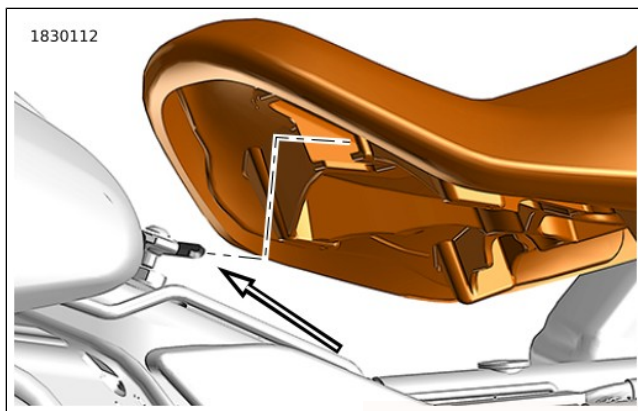
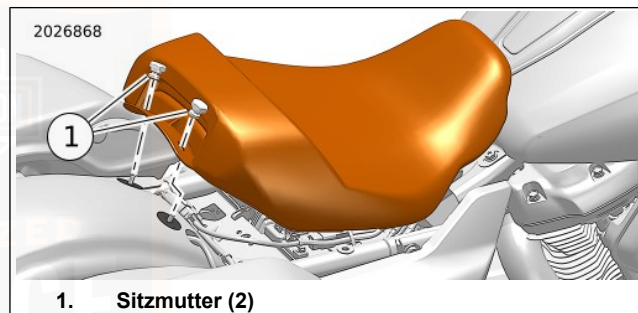

Abbildung 138. Sitzzunge
Abbildung 140. Solositz: Sitzmuttern
1. Siehe Abbildung 140 . Den Sitz ausbauen.
- b. Die Befestigungsmuttern (1) ausbauen.
- c. Siehe Abbildung 138. Den Sitz hinten anheben. Den Sitz nach hinten ziehen, um die Zunge aus dem Schlitz des Sitzes zu lösen.
- a. Siehe Abbildung 138. Den Schlitz des Sitzes an der Zunge hinter dem Tank ausrichten. Den Sitz nach vorn drücken, bis der Sitz einrastet.
- b. Siehe Abbildung 140 . Die Befestigungsmuttern (1) einbauen. Festziehen.
1. Siehe Abbildung 138. Die Sitzvorderseite fest nach unten und nach vorne drücken, bis der Schlitz in die Zunge eingreift.
4. Siehe Abbildung 138. Den Sitz an der Rückseite um etwa 76,2 mm (3 Zoll) anheben und mit der anderen Hand auf der Vorderseite des Sitzes kräftig nach unten und vorn drücken, bis die Zunge in den Schlitz des Sitzes eingreift.
9. Siehe Abbildung 138. Die untere Soziusrückenlehne am Tour-Pak anbringen.
- b. Die untere Lasche (1) in den Schlitz (2) einsetzen.
- c. Die untere Rückenlehne vor den Stiften (3) andrücken, bis die Stifte vollständig in den Ösen (4) sitzen.